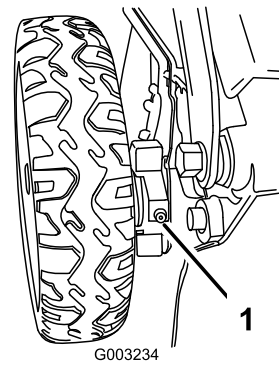

Figura 32
1. Limpie con un trapo limpio los puntos de engrase situados justo dentro de las ruedas traseras (Figura 32).